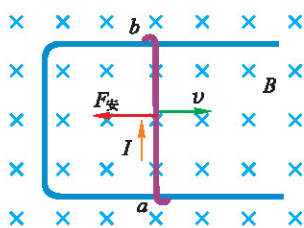

图 1-5-1 磁场对感应电流的安培力
如图1-5-1所示，处在匀强磁场中的水平导轨上有一根与导轨接触良好的可自由滑动的直导线 $ab$ ，当导线 $ab$ 向右运动时，根据右手定则可确定，在 $ab$ 内将产生由 $a$ 向 $b$ 的感应电流，有电流就会有焦耳热产生，这个能量是怎么来的呢？
**【例题1】**在图1-5-1中，设运动导线 $ab$ 长为 $L$ ，速度为 $v$ ，匀强磁场的磁感应强度为 $B$ ，闭合电路总电阻为 $R$ 。探究为了保持导线做匀速运动，外力所做的功 $W_{\text{外}}$ 和感应电流的电功 $W_{\text{电}}$ 的关系。